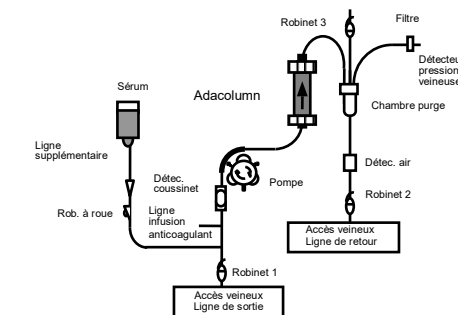

Fig.3
- 2) Brancher les lignes du circuit de circulation extracorporelle (ligne de sortie et ligne de retour) aux voies d'abord établies précédemment (Fig.3) en veillant à ce que le retour veineux au patient soit établi immédiatement avant que le sang n'atteigne l'extrémité de la ligne de retour de la colonne.